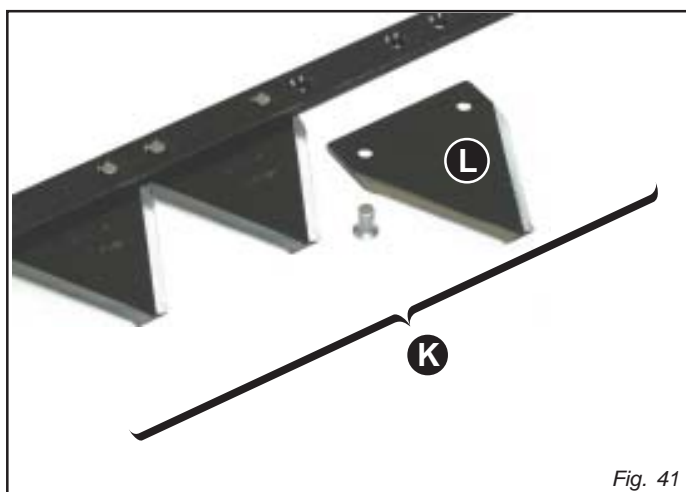

Fig. 41
### SUSTITUCIÓN DE LA VARILLA PORTASECCIONES (K, Fig. 41)
### SUSTITUCIÓN DE LAS SECCIONES (L, Fig. 41)
- Remache la sección nueva con los remaches respectivos (L, Fig. 41).